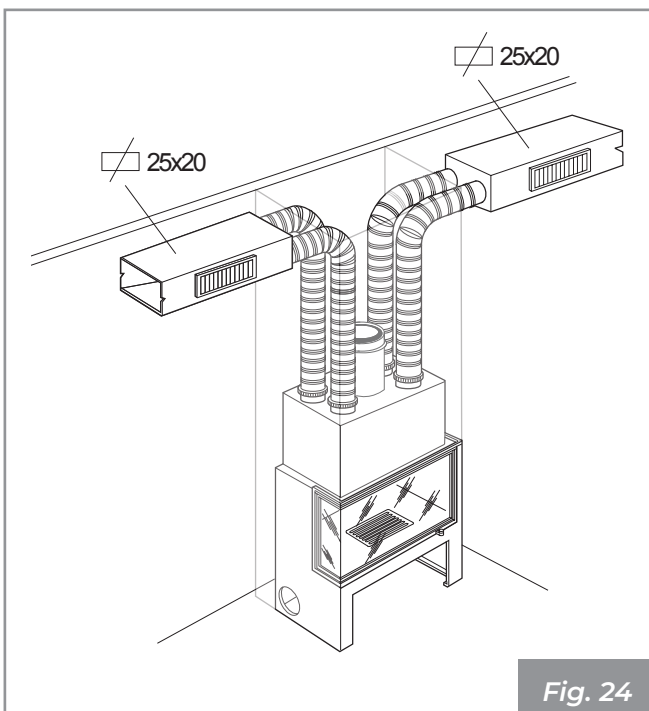

Fig. 24
- Tuyau lisse métallique - longueur jusqu'à 14 m sur une double conduite (Fig. 24).